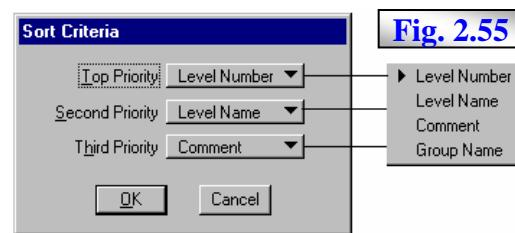

Fig. 2.55
- bara **Sort** – cu o singură opțiune **Sort**, care activează fereastra **Sort Criteria**, fig. 2.55, al cărei rol este specificarea criteriilor de sortare (ca mod de afișarea în fereastra **Level Names**) a straturilor/grupurilor, pe trei nivele de prioritate **Top**, **Second** și **Third**, funcție de caracteristica selectată pentru sortare, pentru care sunt disponibile opțiunile **Level Number**, **Level Name**, **Comment** și **Group**; selecția unei caracteristici pe un nivel provoacă imposibilitatea reselecției ei pe nivelele inferioare; butonul **OK** provoacă afișarea sortată a straturilor/grupurilor conform criteriilor selectate iar butonul **Cancel** abandonează operația de specificarea a acestor criterii;